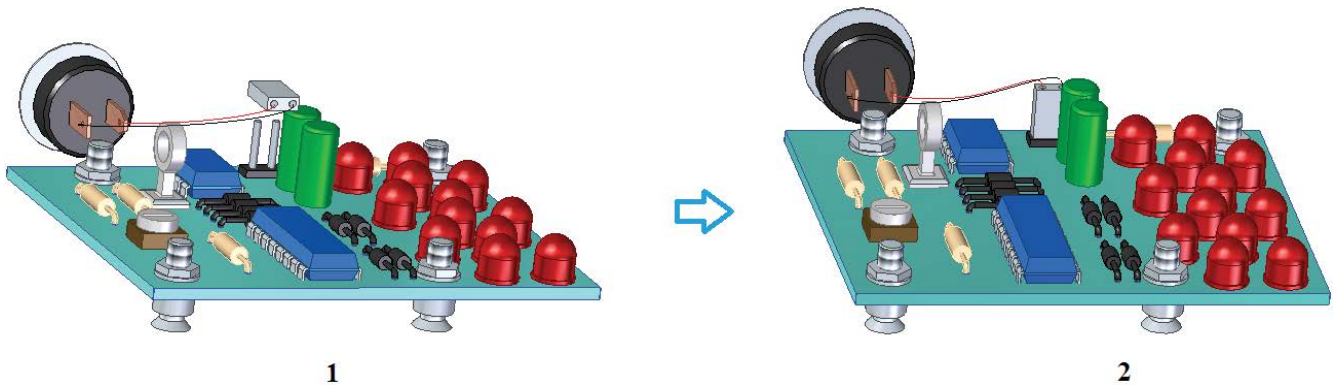

Рис. 2.12.9. Результат автоматического создания электропроводки и ее перестройка при изменении положения задействованных компонентов
Нажав кнопку **Готово**, можно увидеть окончательный результат автоматического создания электропроводки (рис. 2.12.9, 1). Важно отметить, что при изменении положения вилки разъема (как и любого другого задействованного в проводке компонента) трассы проводов будут автоматически перестроены системой (2).